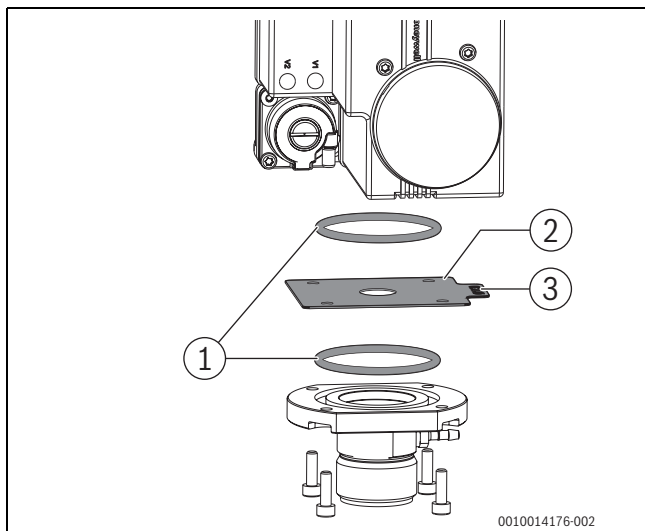

Bild 27 Gasblende austauschen (Kesselgröße 75; 100; 150 [bis V03]; 200 – 300 kW)
- ▶ Gasblende (→ Bild 27 und 28, [2]) abnehmen und gegen die der ge- lieferten Gasart entsprechende Gasblende austauschen (→ Tab. 9).
- ▶ O-Ringe (→ Bild 27 und 28, [1]) auf Beschädigung prüfen und gege- benenfalls austauschen.
Gasblende mit der Beschriftung (→Bild 27 [3]) nach oben einlegen, Beschriftungslasche nach rechts zeigend.